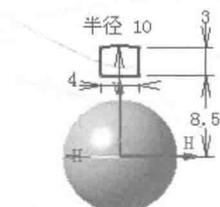

图 2.8 草图 3
Step7. 创建图 2.8 所示的草图 3。选择平面 1 为草图平面。